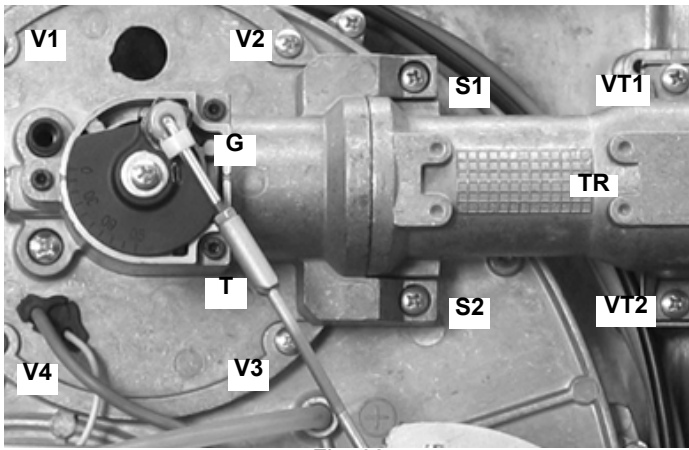
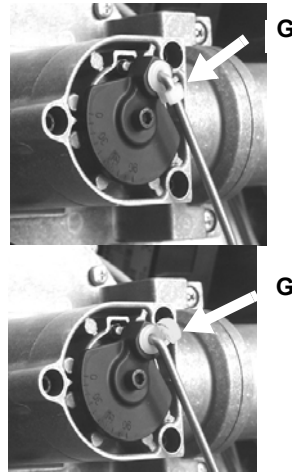

Fig. 62
Fig. 63
- Smontaggio esame e pulizia testa di combustione (vedi Fig. 62 e successive).
- 1 Sbloccare, tramite il gancio in plastica G, il tirante T (Fig. 62 - Fig. 63) di regolazione della farfalla gas ed estrarlo dalla sua sede tirando verso l'esterno.
- 2 Rimuovere le 4 viti V1, V2, V3, V4 e la coppia di viti S1 e S2 (Fig. 62).